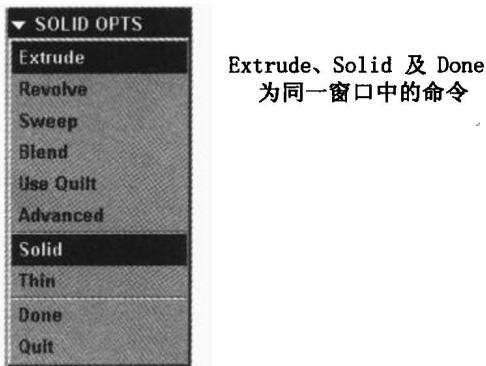

图 3
5. | (例如: Extrude | Solid | Done) : 同一窗口中的命令 (见图 3)。